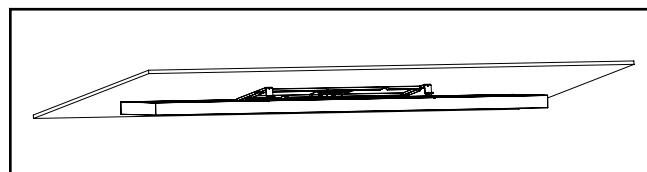

Figura 5.
- Gire la luminaria hacia arriba hasta que quede casi paralela al techo. Levante y tire de la luminaria hacia arriba sobre la bisagra trasera y, a continuación, levante la parte delantera de la luminaria hasta cerrar ambas conexiones a presión. Tire suavemente de la luminaria para asegurarse de que las conexiones a presión estén bien cerradas (ver Figura 5).